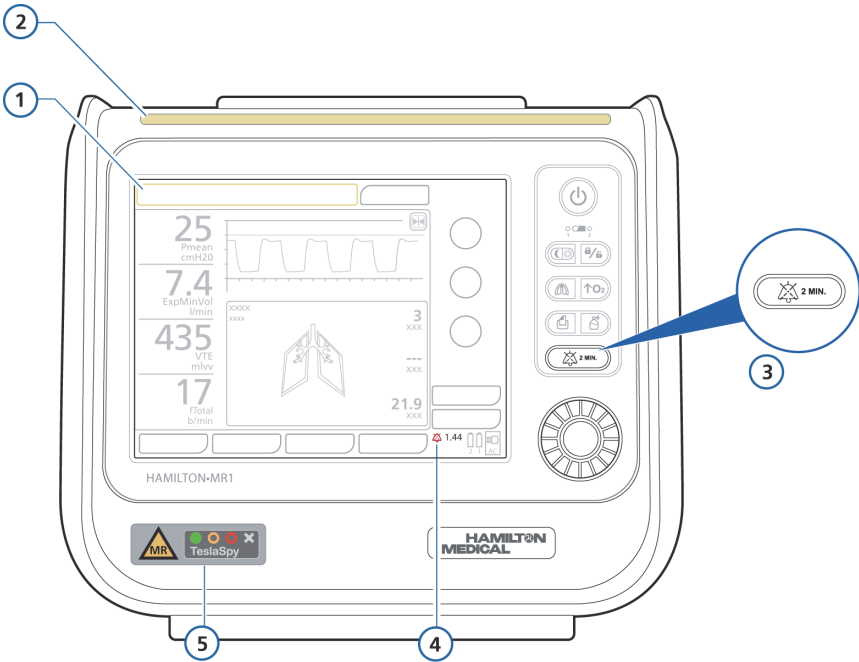
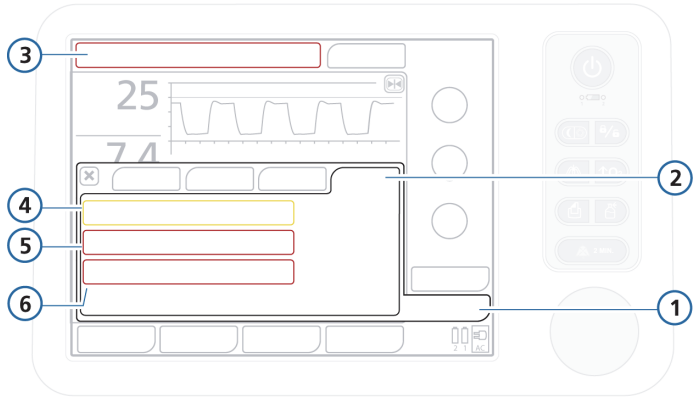

Figura 9-1. Indicadores de alarme visual
Figura 9-4. Área memória de alarme com alarmes ativos
A Tabela 9-1 mostra as características audiovisuais desses tipos de alarme e informa para você como responder. A Figura 9-1 mostra os indicadores de alarme visual do respirador. Você pode revisar os alarmes ativos na área memória de alarme ativo (Figura 9-4). O diário de eventos também contém informações sobre os alarmes (Seção 9.4).
Quatro indicadores na frente do respirador (Figura 9-1) indicam o estado do campo magnético envolvente e do próprio navegador TeslaSpy.
- Se houver alarmes ativos, a área memória de alarme mostrará os alarmes ativados mais recentemente (Figura 9-4). As mensagens de alarme associadas também se alternam na barra de mensagens, e os alarmes ativos aparecem em retângulos com cantos arredondados.